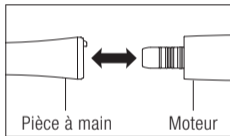

Fig. 1
- 1 Insérez la pièce à main directement au moteur (Fig. 1). Vissez la pièce à main jusqu'à ce qu'un déclic retentisse indiquant que la pièce est verrouillée en position.